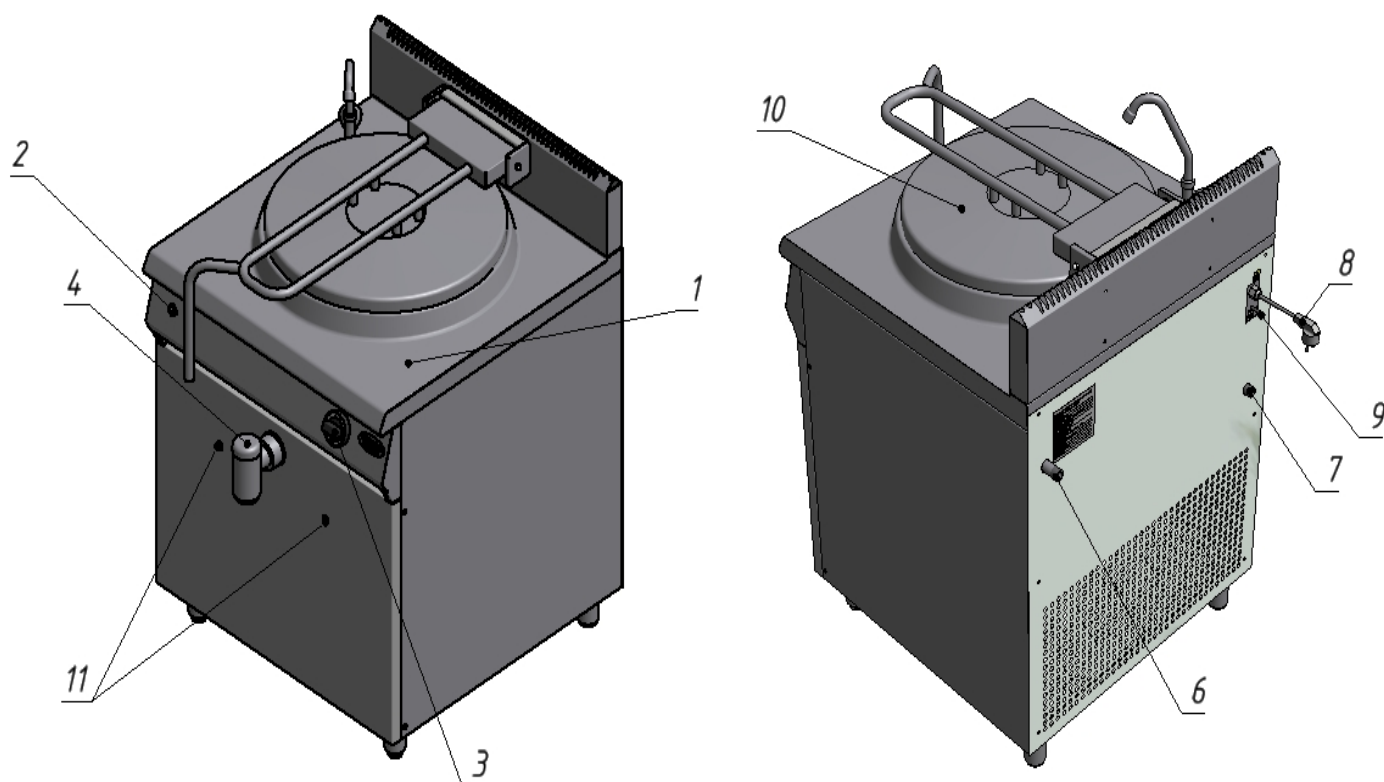

Рис. 1
5.1. Основные части изделия указаны на рис.1 и перечислены в таблице 1.
- 8.3. Нажать кнопку электророзжига и держа в таком положении, нажать и повернуть влево ручку газового крана на максимальное горение. После возгорания горелки удерживать нажатой ручку не менее 20 сек для срабатывания термопары контроля горения. Контроль за розжигом горелки осуществляется через отв.11 рис.1 .